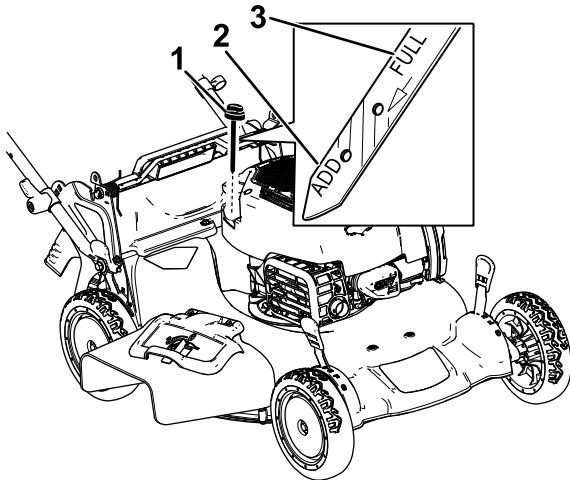

Figure 8
2. Tournez le bouchon dans le sens antihoraire et sortez la jauge (Figure 8).
6. Relevez le niveau d'huile indiqué sur la jauge (Figure 8).